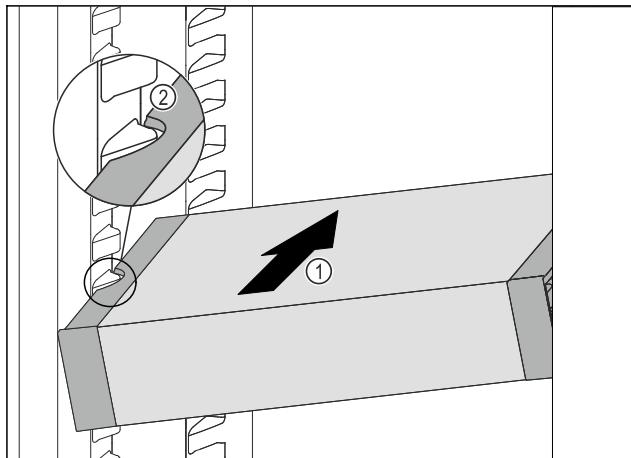

Fig. 89
- ▶ Вдвигайте VarioSafe под наклоном в холодильное отделение Fig. 89 (1), пока боковые выемки Fig. 89 (2) VarioSafe не окажутся на высоте выступа резервуара в холодильном отделении.